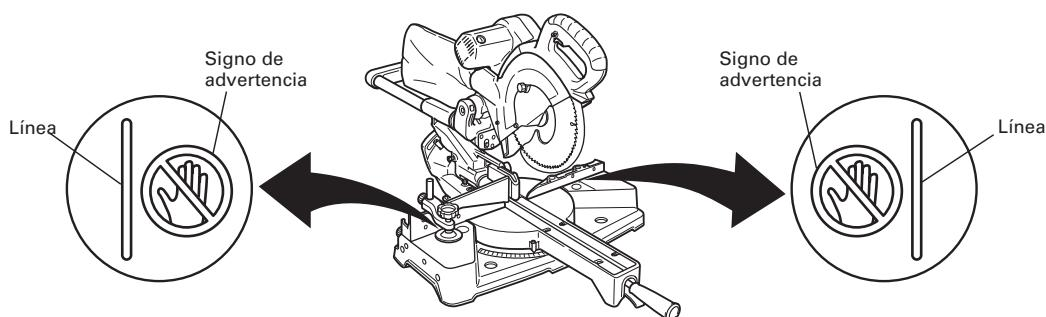

Fig. 24
- * No coloque nunca sus miembros dentro de la línea cerca del signo de advertencia mientras esté utilizando la herramienta. Esto podría resultar peligroso (consulte la Fig. 24).